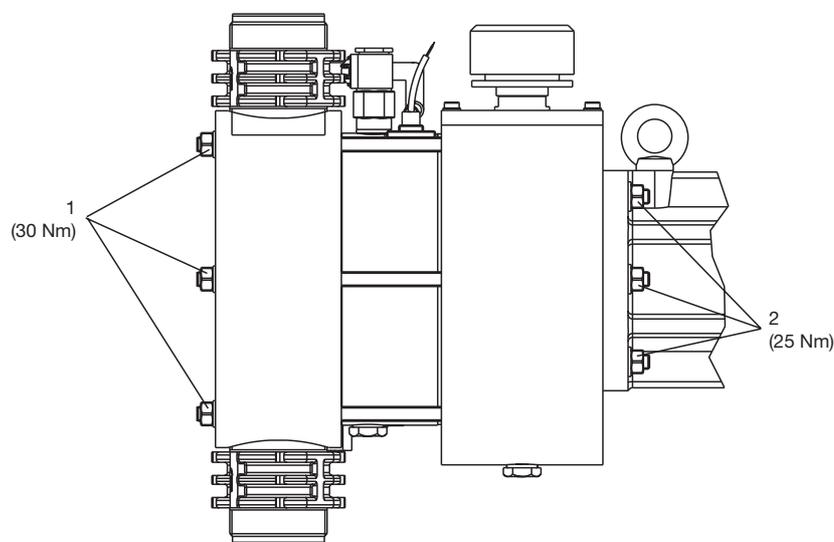

Fig. 17 Module de dosage à membrane hydraulique (TZHa) Makro TZ
- Pour les modules de dosage à membrane hydraulique (TZHa) (voir Fig. 17) :